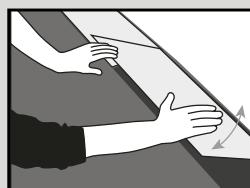

Fig. 2
- Posez la première rangée en s'assurant que les bords courts sont bien emboîtés (Figure 2).